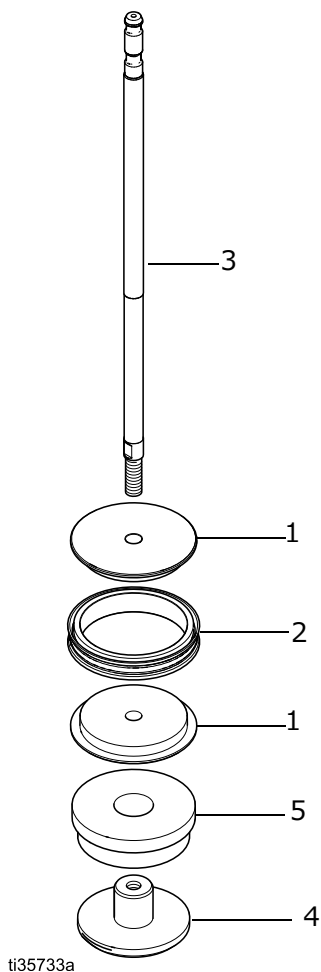

図 5. ピストンの分解またはアセンブリ
**注:** 2500cc ピストンアセンブリを再組み立てする場合、部品が潤滑化されているシリンダー (6) 内にある際に、手順 1 と手順 2 を完了する方が簡単かもしれません。
1. 半分づつのピストン (1) でピストンシール (2) を挟み、互いにはめ込みます。図 5 を参照ください。
2. ロッド (3) 上の外径のネジ部に高強度 (赤) ロックタイト® 268、263、または 2760 を、ネジ部を中心に 360° 塗布します。ロッド (3) をピストン (1) とスペーサー (5) に通して、ピストンナット (4) にねじ込みます。ピストンナット (4) を 95 ~ 100 ft-lb (129 ~ 135 N•m) のトルクで締めます。使用する前に、最低 12 時間はシーラントを硬化させる必要があります。